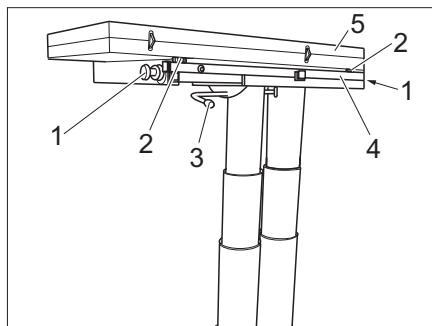

Fig. 111 Allungare il tavolo
- Svitare le viti a testa cilindrica zigrinata (Fig. 111,1) da entrambi i lati.
- Ruotare la leva di serraggio (Fig. 111,3) verso sinistra. Il tavolo di sollevamento è sbloccato.
- Estrarre la sottostruttura del tavolo (Fig. 111,4).
- Aprire la metà del tavolo (Fig. 111,5).
- Regolare il piano del tavolo all'altezza desiderata utilizzando le due viti di regolazione (Fig. 111,2).
- Ruotare la leva di serraggio (Fig. 111,3) verso destra. Il tavolo di sollevamento è bloccato.
- Sbloccare la leva di serraggio (Fig. 111,3).
- Richiudere la metà del tavolo (Fig. 111,5).
- Avvitare le due viti di regolazione (Fig. 111,2).
- Inserire la sottostruttura del tavolo (Fig. 111,4).
- Serrare le viti a testa cilindrica zigrinata (Fig. 111,1) da entrambi i lati.
- Ruotare la leva di serraggio (Fig. 111,3) verso sinistra. Il bloccaggio è aperto.
- Eventualmente avvitare le viti di regolazione (Fig. 111,2).